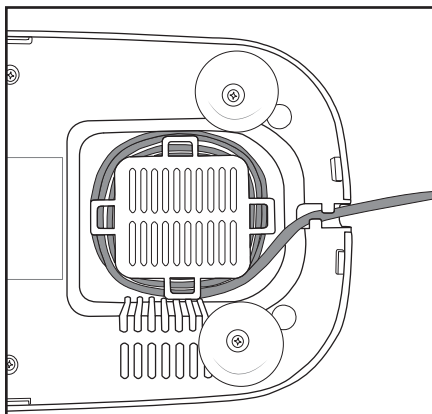

Abb. 3: Kabelaufwicklung
- Wickeln Sie das Netzkabel **4** um die Kabelaufwicklung an der Unterseite des Gerätes (Abb. 3):